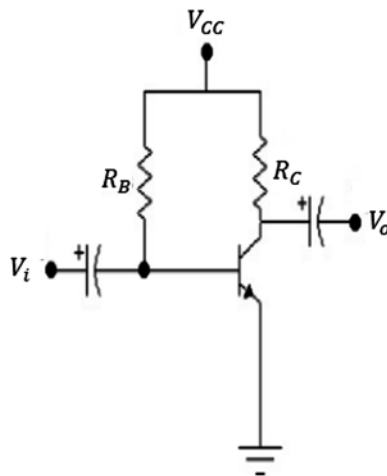

Figura 4.63 Diseño de circuitos con transistores. Fuente: Elaboración propia
- e) Diseñe el circuito de la figura 4.63 de modo que $A_V = -24$ (mida o consulte el β del transistor).